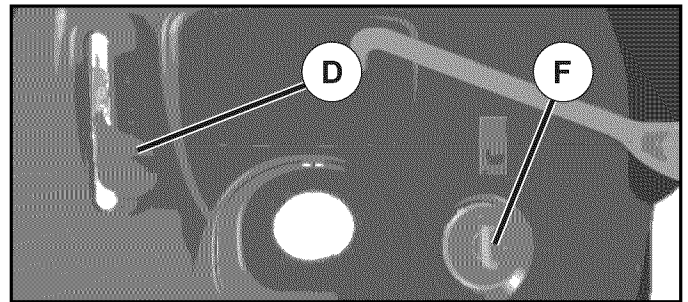

Fig. 8
- Placez la commande des gaz en position (D) intermédiaire (entre rapide et lent).
- Tournez la clé de contact à la position coupée (F) STOP et enlevez-la. Enlevez toujours la clé de contact quand vous quittez le tracteur pour empêcher l'emploi non autorisée.
## POUR UTILISER LA COMMANDE DES GAZ (D) (Voir la Fig. 8)